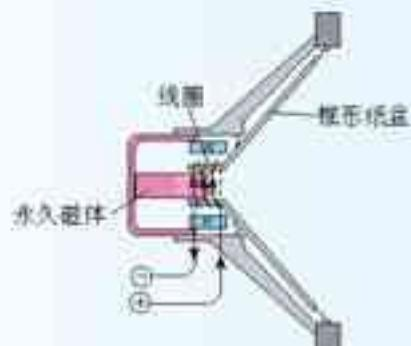

图 4.4-5 动圈式扬声器
- 动圈式扬声器的结构如图 4.4-5 所示。线圈匝数安放在永磁体磁极间的空隙中，能够自由运动。随着声音变化的电流通过线圈，安培力使线圈运动。纸盆与线圈连接，随着线圈振动而发声。